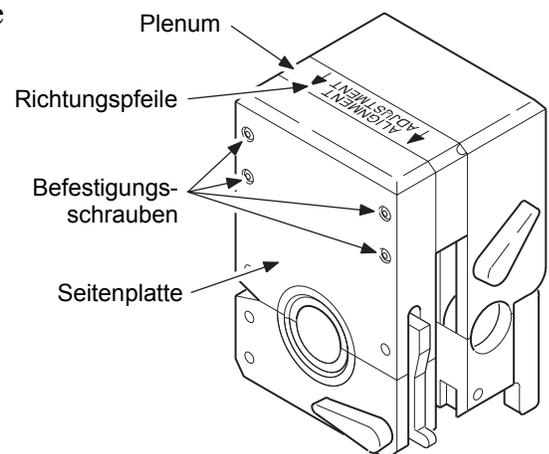

Abbildung 16 Lösen der Seitenplatte
1. Drehen Sie den Vorrichtungsblock um und schauen Sie sich die Unterseite des Plenums an. Beachten Sie die Pfeile auf dem Plenum. Siehe Abbildung 16.
2. Ergreifen Sie die Seitenplatte, auf die die Pfeile weisen. Lösen Sie die vier Halteschrauben der Seitenplatte mit dem beiliegenden Sechskantschlüssel (3/32") so weit, bis sich die Seitenplatte vom Plenum löst. Siehe Abbildung 16.